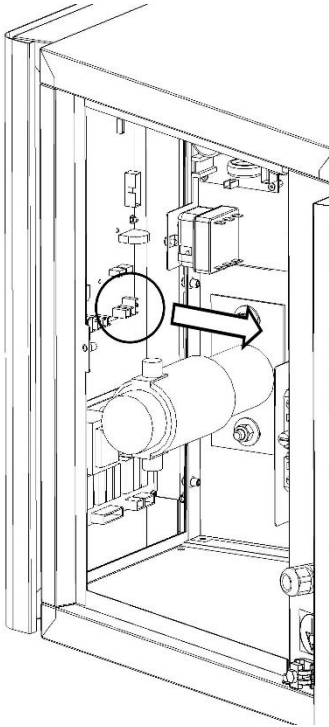

Fig.11A
3. Die elektrischen Anschlüsse an der Basiskarte (Abb. 11A) trennen.